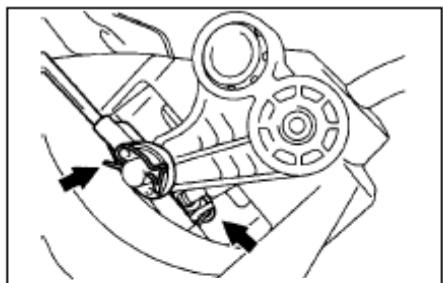

Рис. 89
- (1) Снимите два шплинта и отсоедините концевые разъемы тросов управления трансмиссией(рис.89).